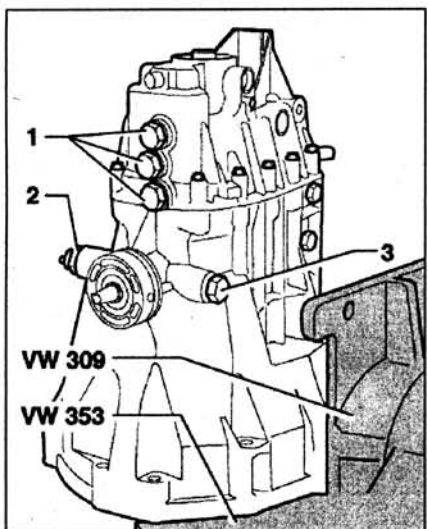

Рис. 4.37. Открутите болты **1** крепления вилок переключения передач. Снимите выключатель **2** фонарей заднего хода и открутите пробку **3**.
11. Открутите болты **1** крепления штоков переключения передач (рис. 4.37). Снимите выключатель фонарей заднего хода **2**. Затем извлеките втулку, палец с пружиной и шаровую втулку из отверстия. Открутите пробку **3** и извлеките пружину с шаровой втулкой из отверстия.